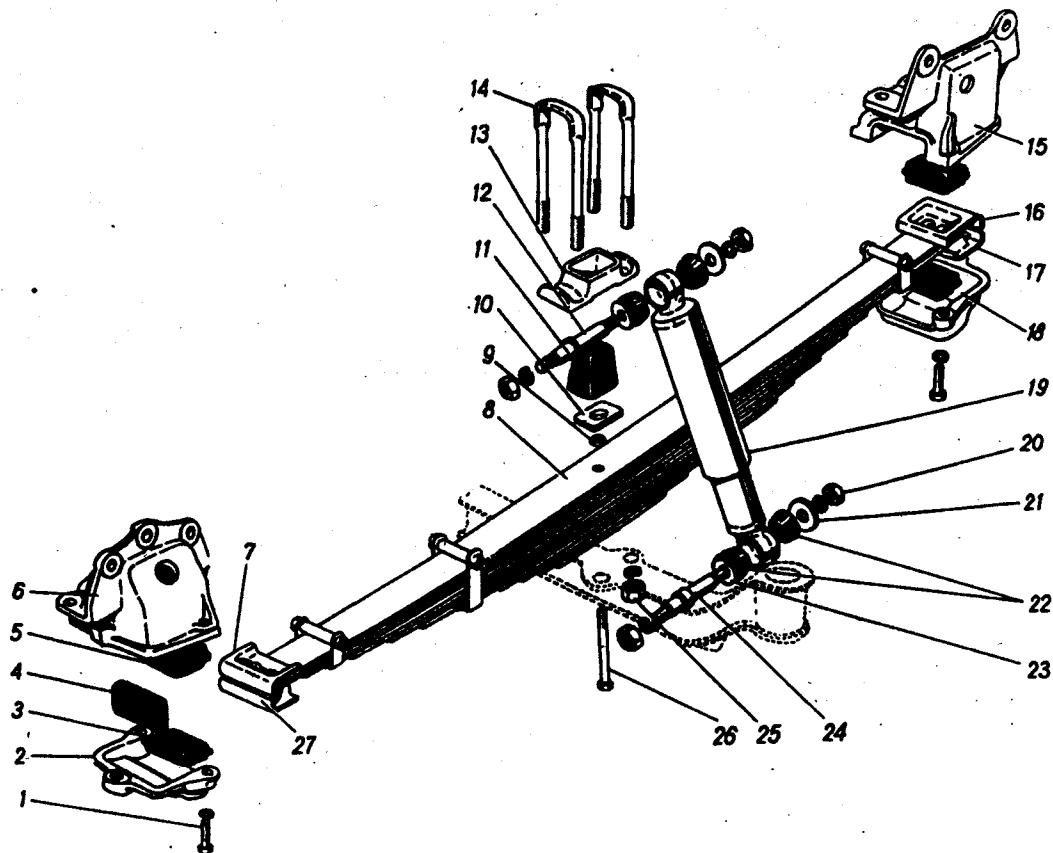
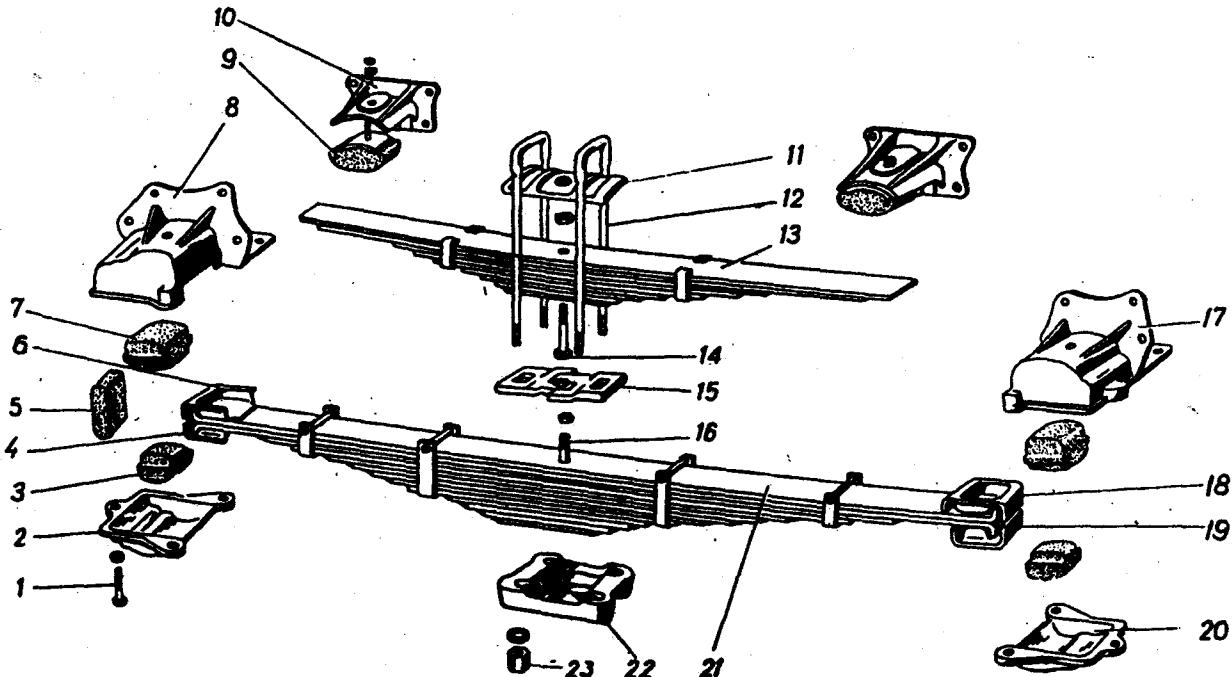

Рис. 46. Передняя подвеска:
Рис. 47. Задняя подвеска:
Подвеска автомобиля выполнена на продольных полуэллиптических рессорах. В передней подвеске (рис. 46) установлены телескопические амортизаторы. Задняя подвеска (рис. 47) имеет дополнительные рессоры. Крепление рессор к раме выполнено на кронштейнах с резиновыми подушками. На концах двух коренных листов приклепаны штампованные чашки. В чащиках сверху и снизу вложены резиновые подушки, которые вместе с концами коренных листов крепятся в кронштейнах рамы. В передние кронштейны в специальные гнезда установлены дополнительные упорные подушки, воспринимающие усилия, направленные вдоль автомобиля. Продольное перемещение рессор при прогибах происходит за счет перемещения их задних концов. Концы подрессорников опираются на резиновые опоры, закрепленные болтом в гнездах кронштейнов на раме. Прогибы рессор ограничиваются резиновыми буферами, установленные в накладках стремянок рессор и на раме над задним мостом.
1. Вложить в чашки 16 и 7 (рис. 46) коренных листов рессоры резиновые подушки.
- Совместить головку центрового болта 16 (рис. 47) рессоры с отверстием в подушке, приваренной к кожуху заднего моста.
Крепление амортизатора и его устройство показано на рис. 46 и 51.